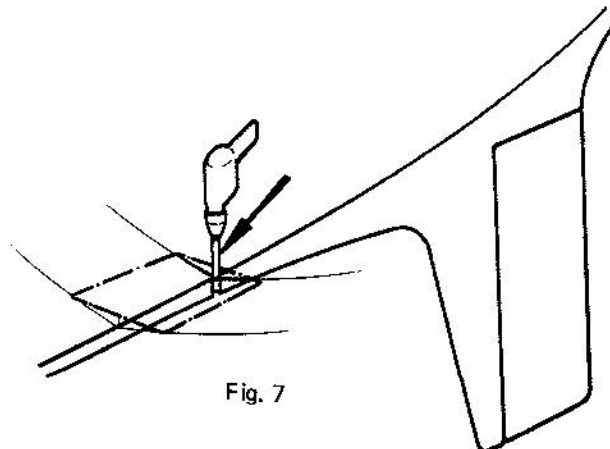

Fig. 7
1. Bestäm exakt plats för bädden med hjälp av båtritning och måttkiss. Märk ut var **akterkanten** på det rektangulära hålet blir placerat i båtbottnen och borra ett hål, ca. 4 mm vertikalt i centrum **på akterkantlinjen**. (Se fig. 7.)
1. Decide the exact position for the bed with the help of the boat drawing and dimensions sketch. Mark out where the **aft-edge** on the rectangular hole is to be placed in the bottom of the boat and drill a hole about 4 mm (0.16") vertical in the centre of the **aft-edge line**. (See Fig. 7.)